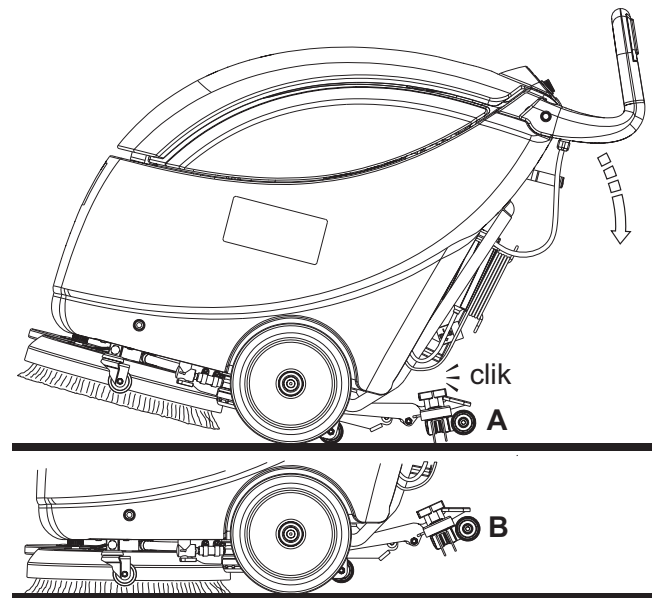

Abbildung 1
1. Den Schubbügel (2) greifen und senken, bis das Hinterrad (7) den Boden berührt (A, Abb. 1), dann die Sauglippe in gehobener Position einrasten lassen (B).